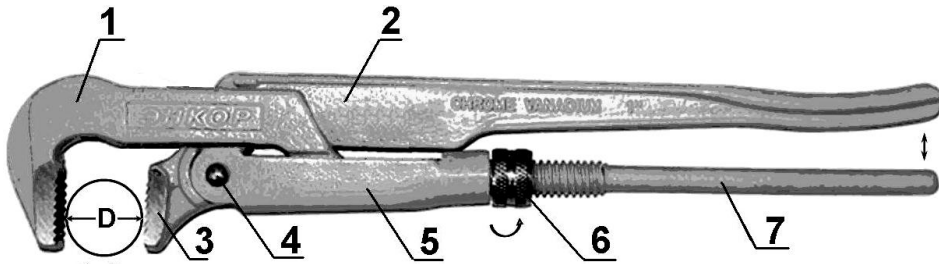

Рис. 1
7. Для освобождения ключа или для перехвата трубы необходимо развести рычаг (2) и рукоятку (7). Установите ключ на трубе в удобном положении, повторите пункты 4- 6.
8. Для вращения трубы в обратном направлении необходимо переустановить ключ в зеркальном положении, Рис. 1.